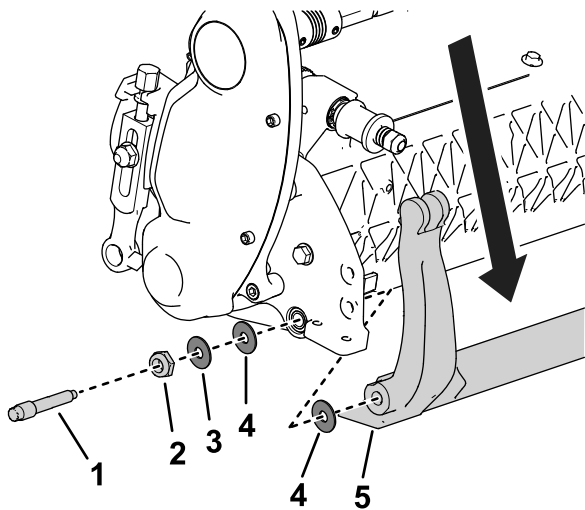

Bild 21
3. Lösen Sie auf jeder Seite der Maschine die Sicherungsmutter, die in Bild 21 dargestellt ist.
4. Nehmen Sie jede Schraube des Untermesserträgers ab, damit der Untermesserträger nach unten gezogen und von der Schneideinheit entfernt werden kann (Bild 21).
Bewahren Sie die beiden Kunststoffscheiben und die Stahlscheibe an jedem Ende des Untermesserträgers auf (Bild 21).
3. Legen Sie eine Nylonscheibe auf jede Seite des Seitenplattenansatzes. Legen Sie eine Stahlscheibe außen auf jede Nylonscheibe (Bild 21).